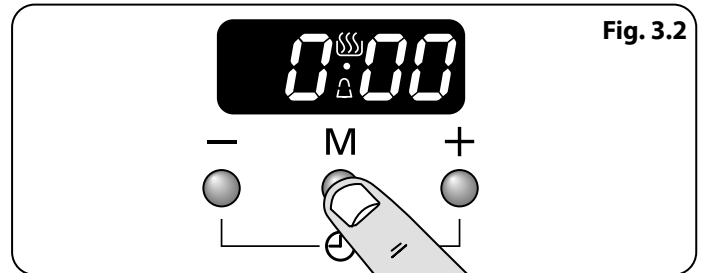
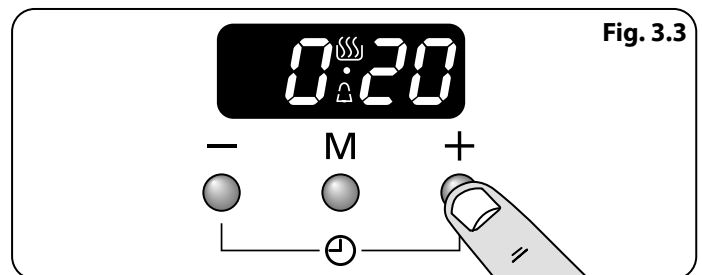

Fig. 3.2
Fig. 3.3
1. Appuyer sur le bouton mode [M] une fois (Fig. 3.2). Le symbole de la cloche [🔔] clignotera sur l'écran. Sélectionner le compte à rebours souhaité entre 00.01 h et 23.59 h à l'aide du bouton [+] (Fig. 3.3). Le compte à rebours débutera automatiquement et le symbole [🔔] s'affichera à l'écran.